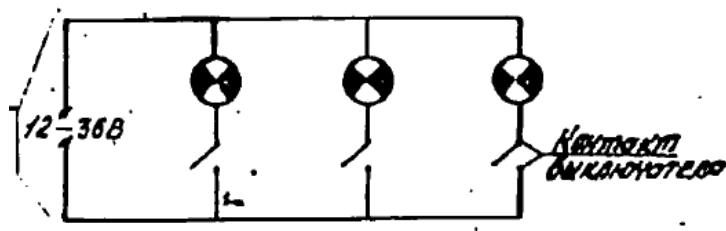

Рис. 14. Схема подсоединения сигнальных ламп.
- собрать схему подсоединения сигнальных ламп (рис.14);